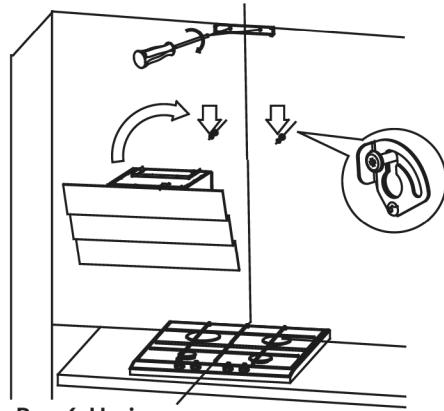

Рис. 6. Навішування приладу
- Вкрутіть елемент кріплення повітропроводу, повісьте витяжку на два незакручені гвинти (Рис. 6).